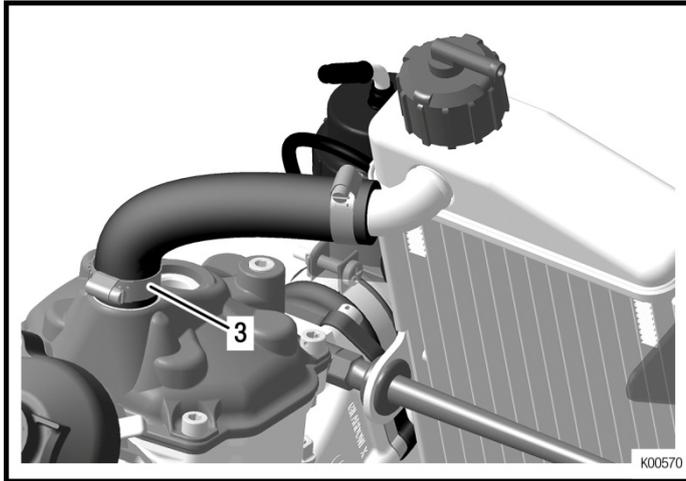

Fig. 10
- ➡ 仮組の上部ラジエターホースを 1 つのホースクランプ(Pos. 3)を使いエンジンに取付ます。Fig. 10 参照